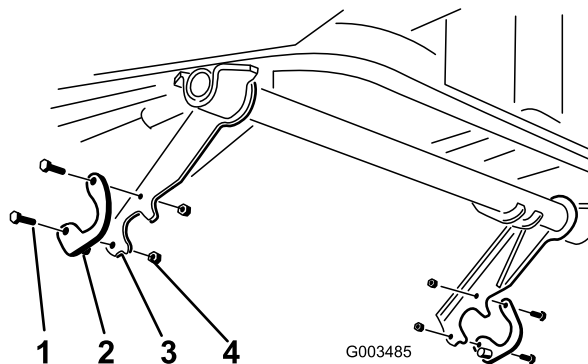

Bild 9
2. Befestigen Sie die Rückseite der Anschlussklemme mit einer Schraube (5/16 x 1 Zoll) und Sicherungsmutter lose an jedem Hubarm. Das längere Ende der Anschlussklemme sollte nach innen zeigen (Bild 9).
Wichtig: Die Anschlussklemmen müssen, wie in Bild 9 dargestellt, ausgerichtet sein.